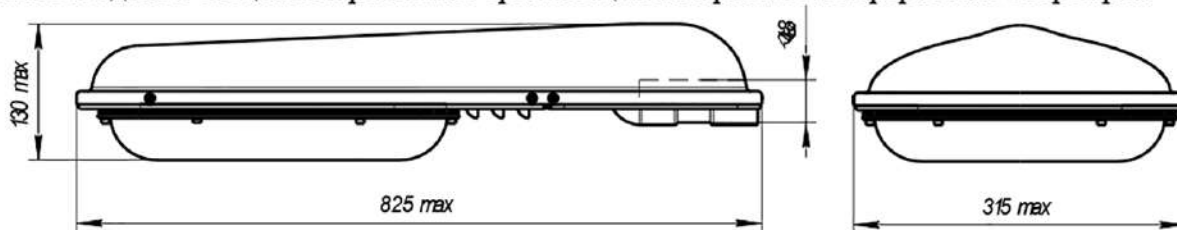

Рис.1
1.1. Светильник серии GALAD Виктория LED (рис.1) со светодиодными источниками света устанавливаются на опорах с Г-образным кронштейном диаметром 48 мм под углом 15...20 град. к горизонту и предназначены для освещения улиц, дорог со средней и низкой интенсивностью движения транспорта, автостоянок, железнодорожных платформ, дворовых территорий и т.п.